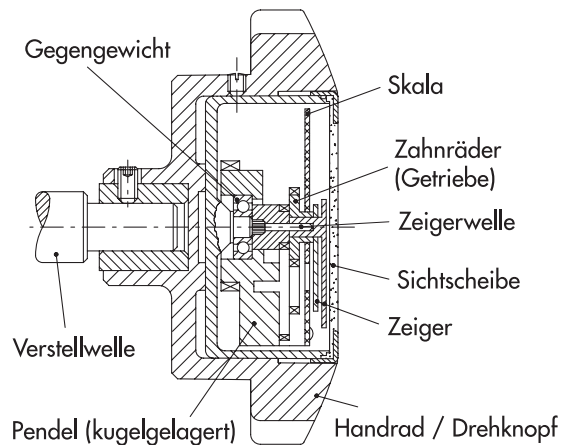

Bild 1
- 1.1** Im Zentrum des Stellungsanzeigers befindet sich, fest mit dem Gehäuse bzw. dem Bedienelement verbunden, die Zeigerwelle mit dem längeren roten Zeiger (Bild 1). Dieser zeigt also die Umdrehungen der Spindel 1:1 an, dabei dreht er sich gleichsinnig mit der Spindel. Auf derselben Zeigerwelle ist das Pendel lose gelagert. Durch seine Schwerkraft wird das Pendel nicht mitgedreht, sondern bleibt immer in derselben Position.